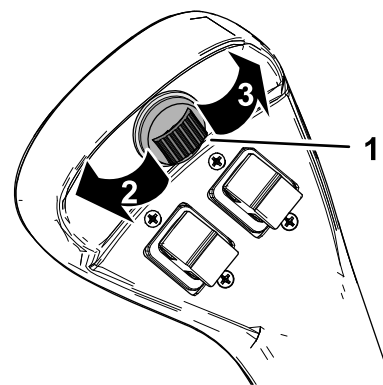

Figura 22
Utilice el interruptor del accesorio secundario (Figura 22) para controlar determinados accesorios opcionales.
- Presione el interruptor del accesorio secundario hacia la derecha hasta que se bloquee en esa posición para accionar un accesorio hidráulico en dirección hacia adelante (Figura 22). Utilice el interruptor del accesorio principal para controlar la función; consulte Interruptor del accesorio principal \(página 14\).